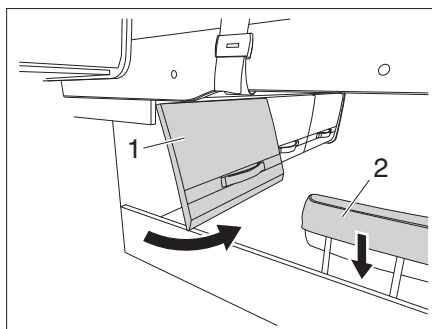

Fig. 162 Trampilla del compartimento y reposacabezas
- Abrir la trampilla del compartimento (Fig. 162,1).
- Bajar el reposacabezas (Fig. 162,2).